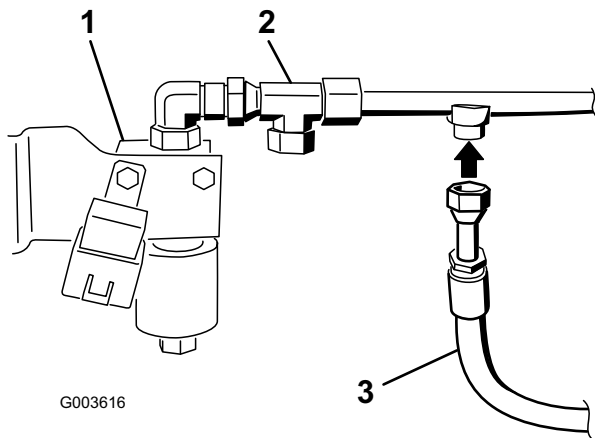

図 28
6. フィッティング付油圧ホースをバルブ上部に取り付けたT字アダプタに接続する（図 28）。